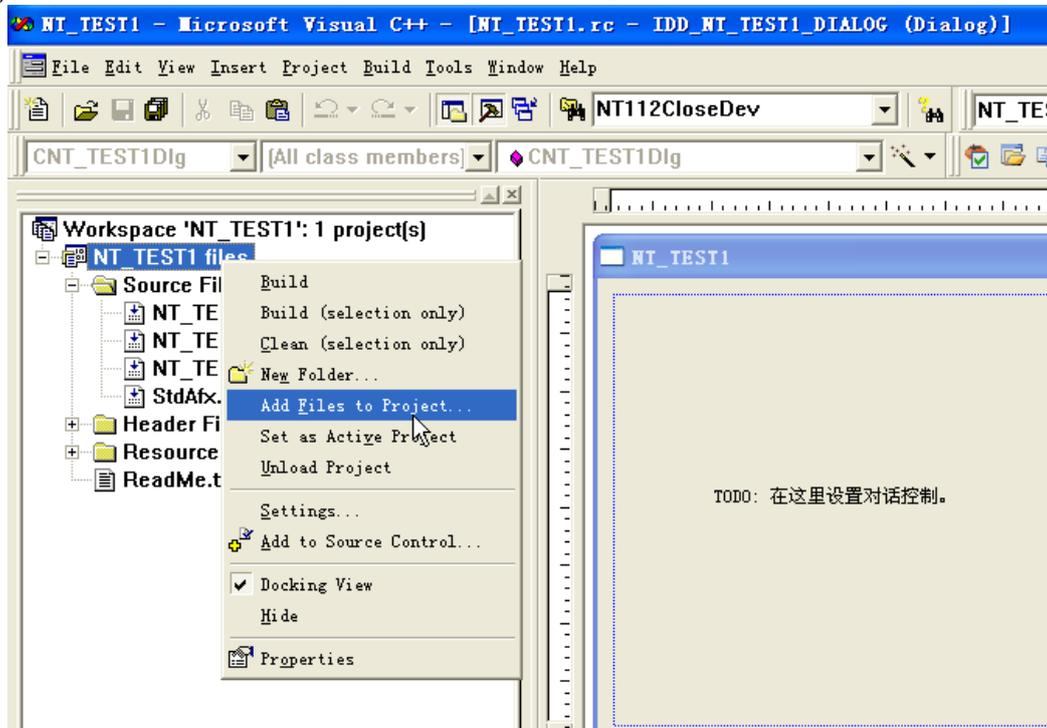
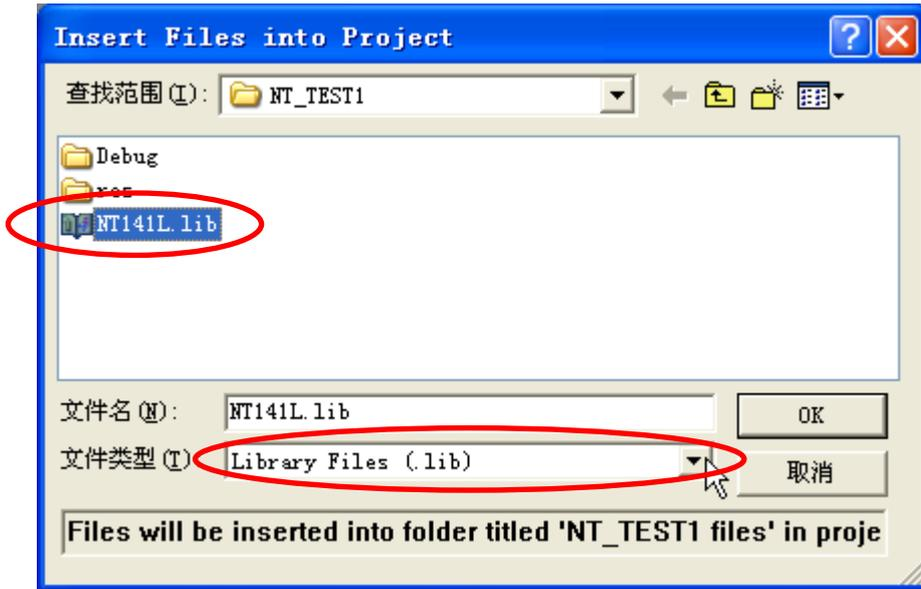
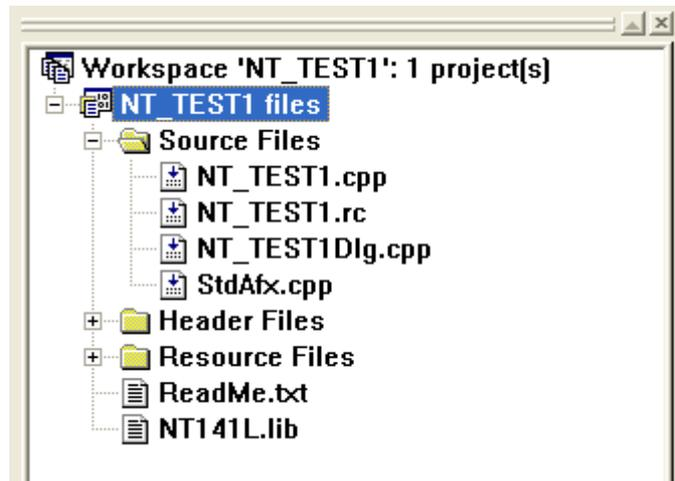

图 5.5 选择 Add Files to Project 子菜单
图 5.6 选择工程目录下的 NT141L.LIB 文件
图 5.7 添加 NT141L.LIB 文件后的 FileView 页面
(3) 在FileView页面中右击“NT\_TEST1 files”，在弹出的浮动菜单中选中“Add Files to Project...”，再将工程目录下的NT141L.lib文件添加进工程，如图5.5、图5.6、图5.7所示。